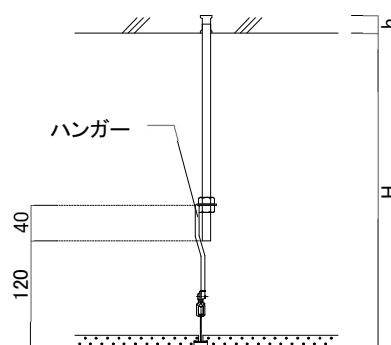

図2-3-1 吊りボルトの長さ
- ① インサートの位置を確認し、(所定の位置にインサートが無い場合、増し打ち)ボルトの長さを確認する。(図 2-3-1 参照)